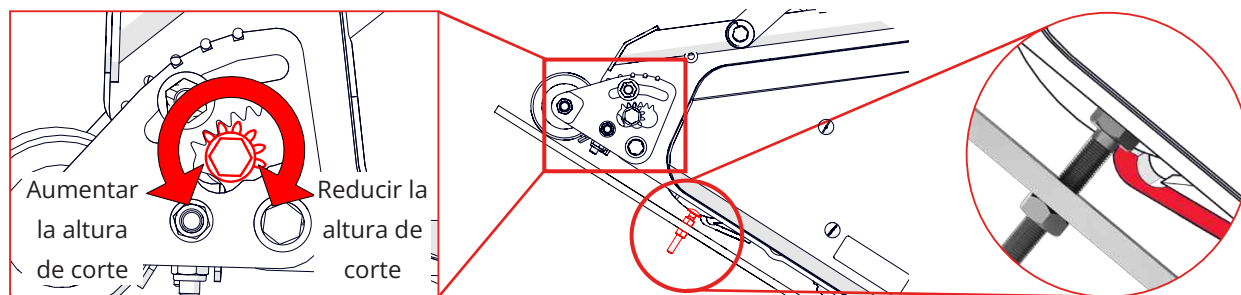

Fig. 9E - Girar el engranaje dentado mientras se sujeta la barra de ajuste. Dejar de ajustar cuando el cabezal quede nivelado/dentro de la cuchilla de corte.
7. Haga girar el engranaje dentado para subir o bajar el rodillo delantero. Mientras lo hace, vuelva a colocar la barra de ajuste entre los rodillos delantero y trasero. Deje de ajustar cuando el cabezal descansa dentro del borde de la cuchilla de corte (Fig. 9E). Apriete ligeramente la tuerca de sujeción superior.